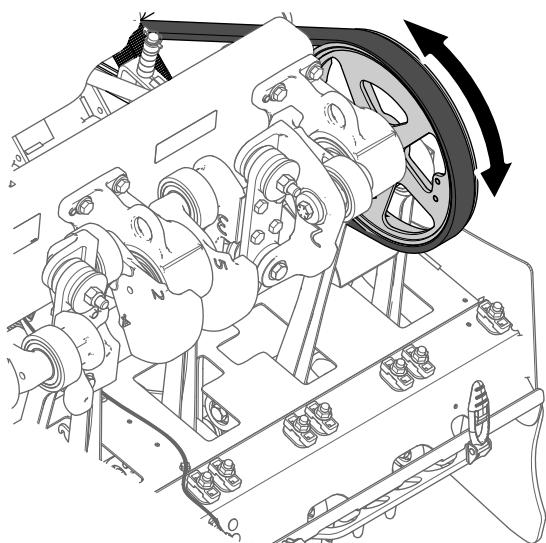
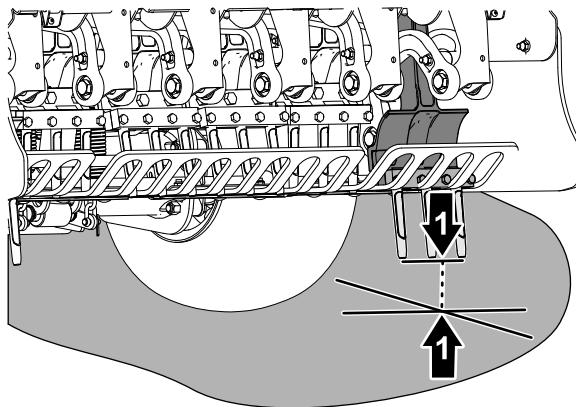

Figura 59
Figura 60
- Rode a polia da cabeça de perfuração (Figura 59) até que os dentes mais exteriores estejam alinhados mais próximos do solo (Figura 60).